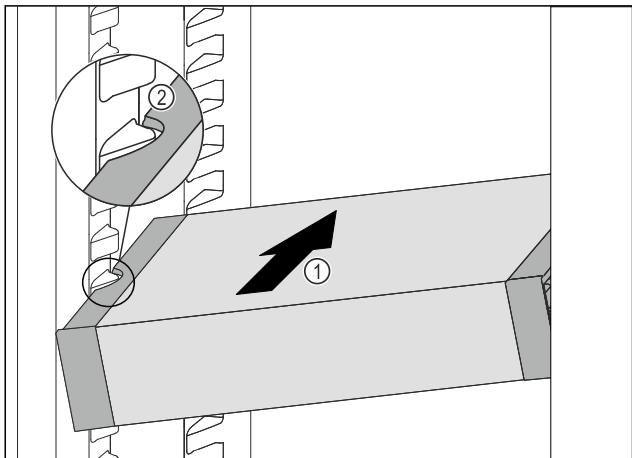

Fig. 109
- ▶ Вкарайте VarioSafe под ъгъл в хладилната част Fig. 109 (1), докато страничните прорези Fig. 109 (2) на VarioSafe се намират на височината на реброто на съда в хладилната част.